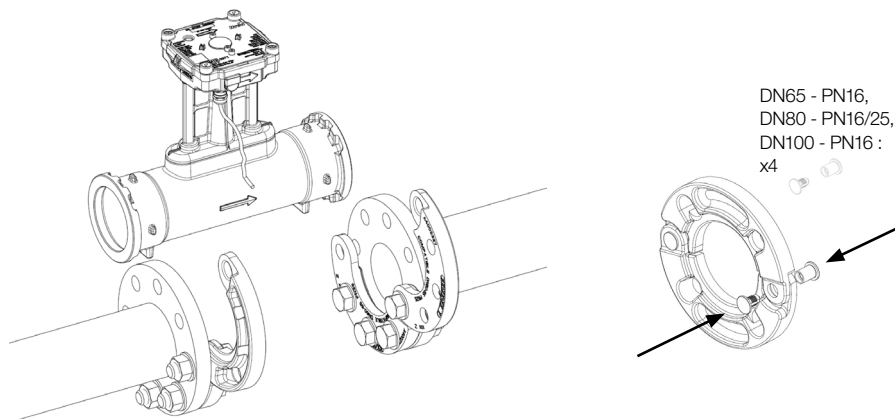

Fig. 4: installazione di AXONIC con flange mobili
- Installazione di AXONIC con flange mobili (vedi fig. 4).